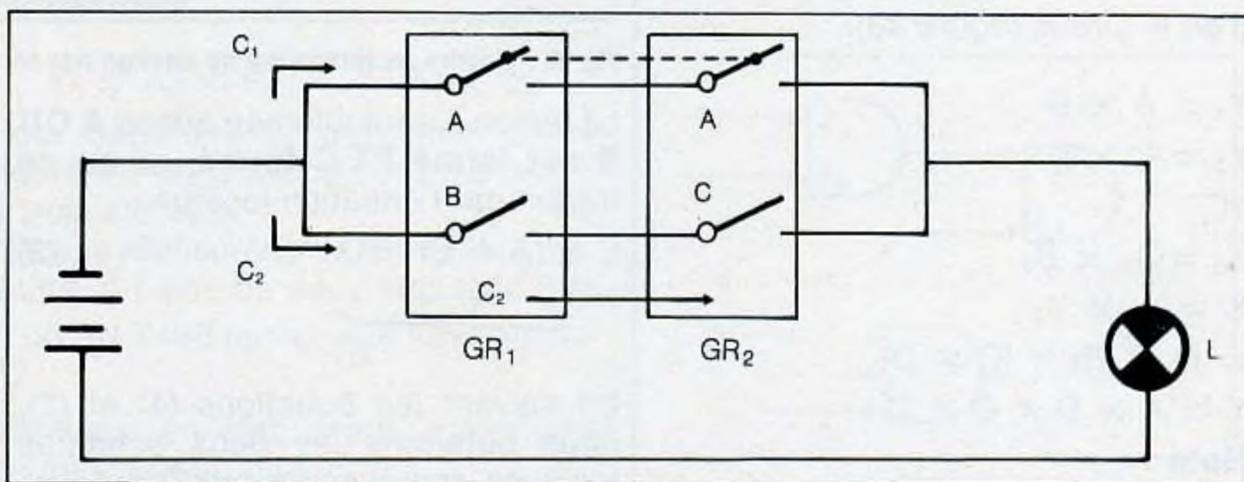

Fig. 50
Le résultat ne change pas quand on permute l'ordre des variables : la somme logique est dite commutative. Considérons le circuit représenté par la figure 50.
Nous avons établi cette dernière égalité entre les deux équations à l'aide du schéma de la figure 50. Cette méthode n'est pas toujours possible, c'est pourquoi nous allons établir cette égalité, d'une manière plus générale, en établissant la table de vérité pour chaque équation. Comme le montre la figure 53, les deux dernières colonnes donnant les résultats de l'équation (1) et (2) sont bien identiques.